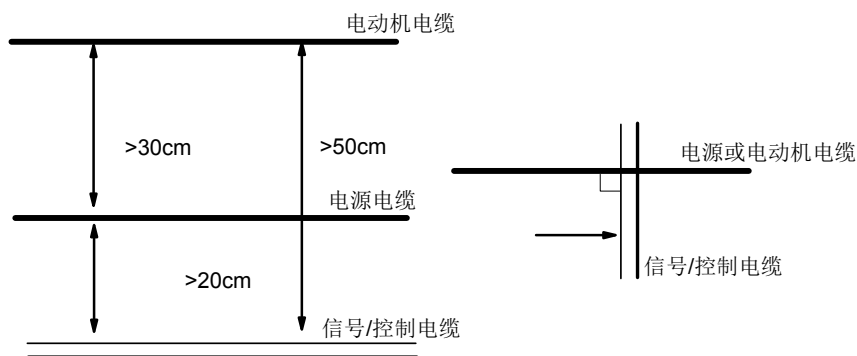

图3-9 系统配线位置要求
一般情况下，它们之间应该保证足够的距离，特别是当电缆平行安装并且延伸距离较长时；信号电缆必须穿越电源电缆时，则应正交穿越，如图 3-9。
4. 继电器、接触器及电磁制动器等大量产生干扰的器件即使安装在控制器外，也必须装设浪涌抑制器。通常在其两端并上压敏电阻器、RC 滤波器或二极管，如图 3-9 所示。